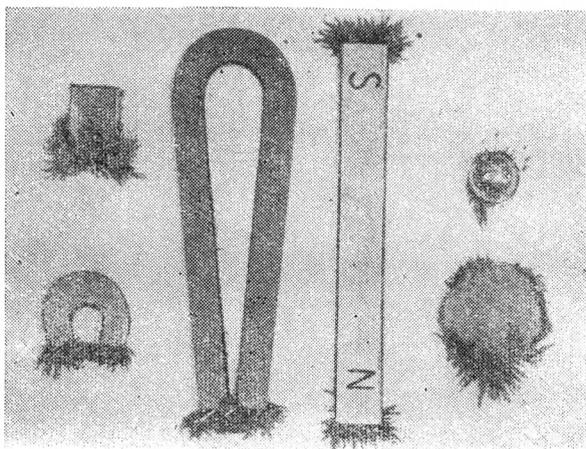

Рис. II.10. Образцы выпускаемых магнитов. Каждый магнит, независимо от его формы, имеет северный и южный полюс.
**Металлы для изготовления магнитов.** Постоянные магниты могут иметь различные формы и размеры (рис. II.10). Наиболее распространенными являются подковообразный и полосовой магниты. Эти магниты делают из закаленной стали, сохраняющей намагниченность длительное время. Мягкую сталь легко намагнитить, однако она не сохраняет свою намагниченность. Считают, что мягкая сталь легко теряет свою намагниченность потому, что молекулы стали могут свободно менять свою ориентацию. В твердой стали молекулы обладают меньшей свободой изменения ориентации.